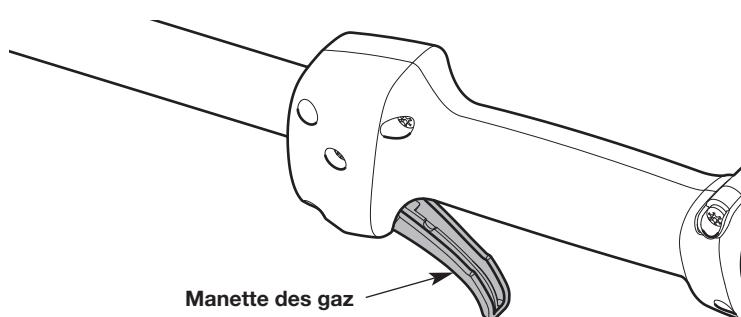

Fig. 10
- REMARQUE : APPUYEZ et MAINTENEZ ENFONCÉE** la manette des gaz pendant **TOUTES** les étapes suivantes (Fig. 10).